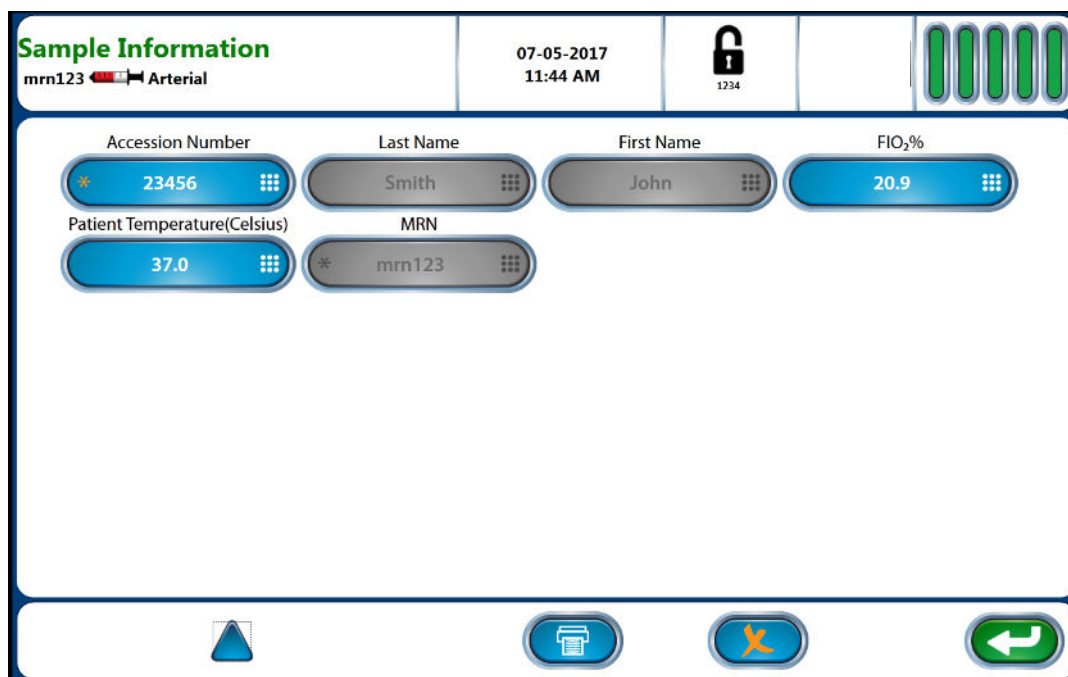

Figure 3.12 L'écran des informations de l'échantillon
- Utilisez la flèche vers le bas  pour afficher l'écran des informations de l'échantillon (Figure 3.12). Les champs qui apparaissent en bleu sont modifiables; les champs en gris sont verrouillés et ne sont pas modifiables.